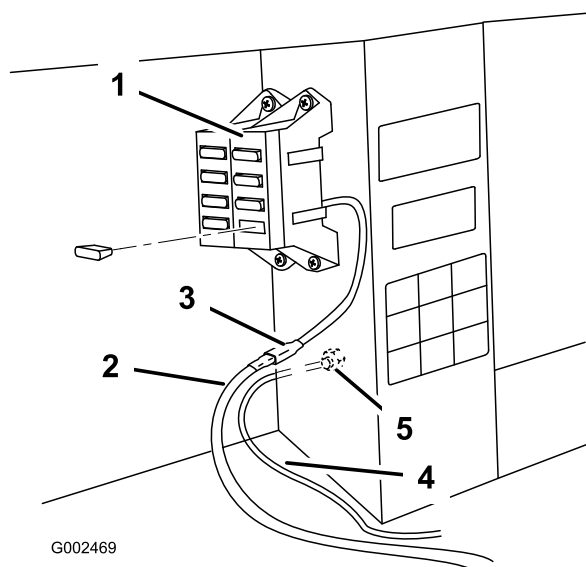

図 23
- 黒いワイヤにのリングをアースボルトに接続する（図 23）。